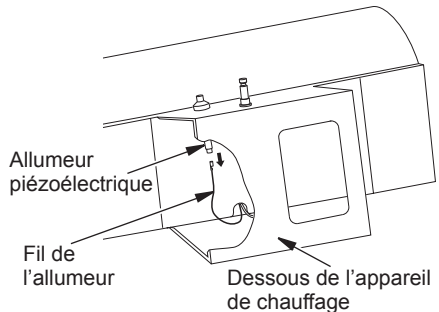

Figure 10 - Débranchement du fil d'allumage de l'allumeur piézoélectrique
- Enlevez le fil d'allumage noir de l'allumeur piézoélectrique. Vous avez accès aux fils de l'allumeur sous la base de l'appareil de chauffage (voir Figure 10). Poussez le fil vers le haut à travers l'encoche dans le panneau de la base.